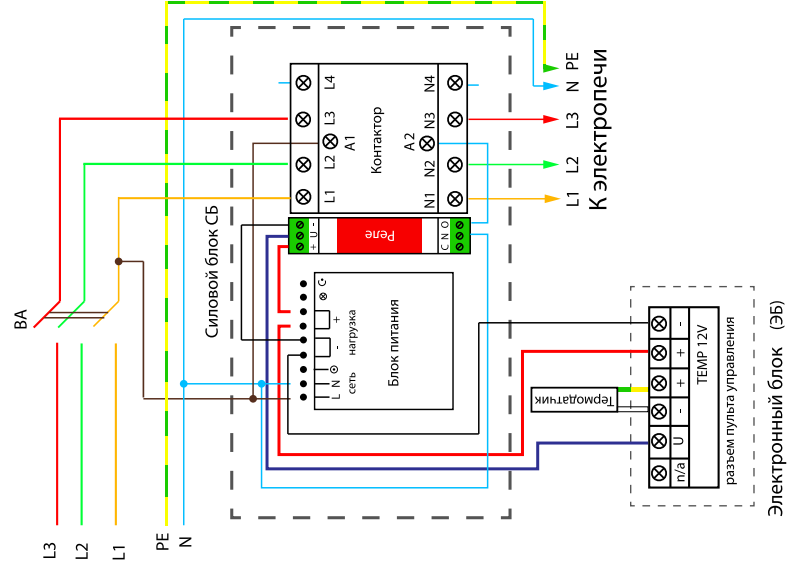

Рисунок 2. Подключение электропечи к пульту ПУ 01М
6.1. Подключать электропечь ЭНУ “Премьера М” следует согласно схеме.(рис. 2).